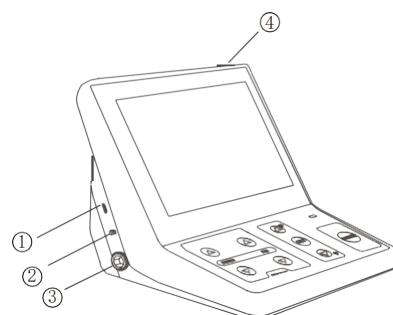

Fig. 1
Alinee la ↔-rca del enchufe del cable con la muesca del zócalo de la pieza de mano del motor ① (Fig. 1) en el lado izquierdo del dispositivo e inserte el enchufe hasta que encaje.
- Mantenga presionado el botón POWER (Fig. 1) durante unos segundos.